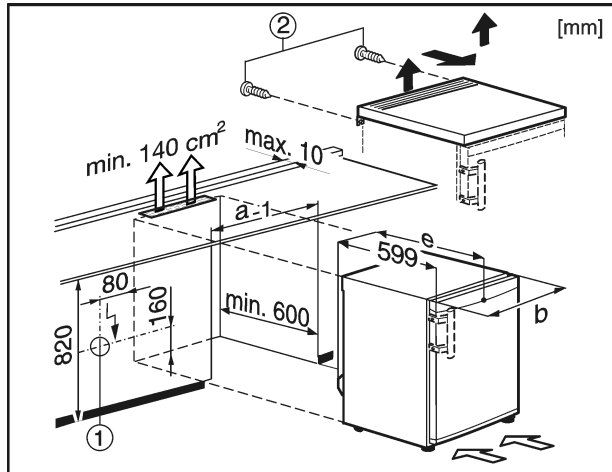

Fig. 7
Bu sırada priz için Fig. 7 (1), cihazın arkasında bulunmaması ve kolay erişilebilir bir yerde olması gerekir.
- Arka taraftaki vidaları Fig. 7 (2) sökün.